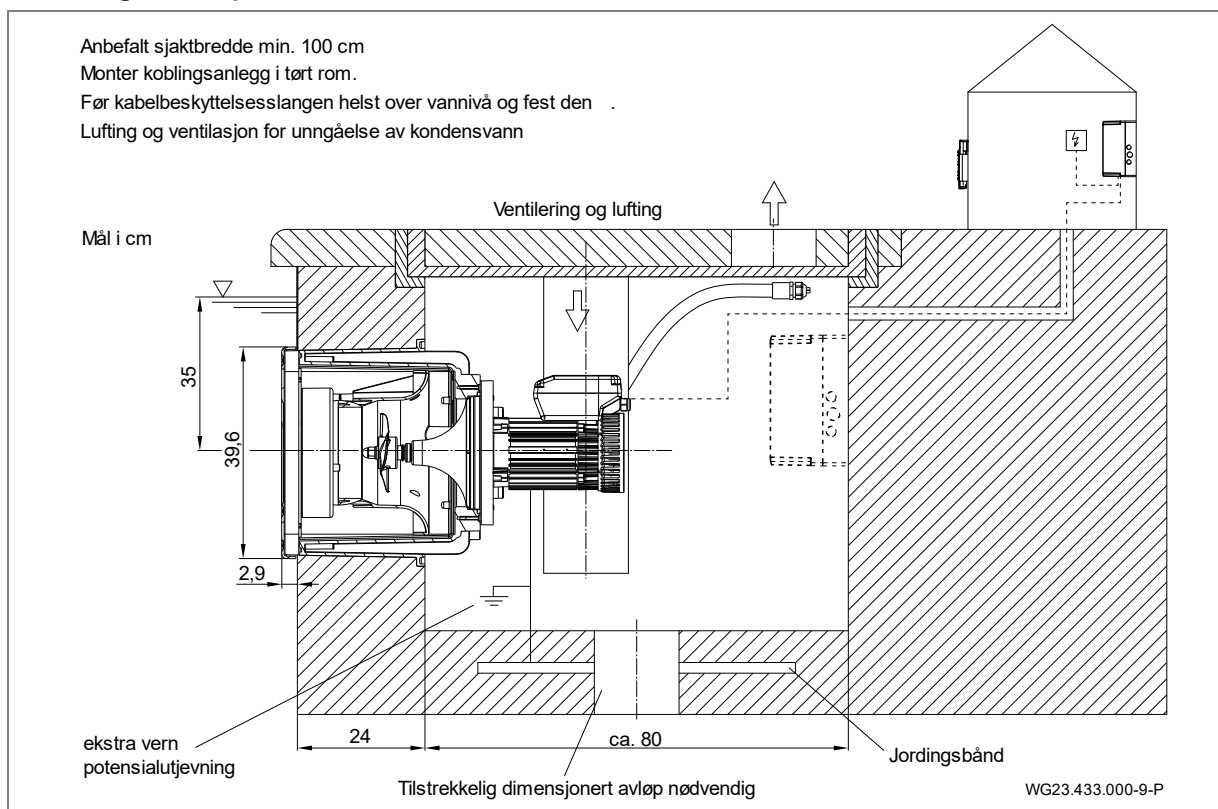

Fig. 17
1. Avfett tilkoblingsstussen (d, (Fig. 17)) på plashuset (1) og tilkoblingsbøssingen på kabelbeskyttelsesslangen (12) med PVC-U/ABS-rengjøringsmiddel.
Anlegget skal anbringes i en sjakt som grenser til bassengkanten. I oppstillingsrommet må det finnes en lytefri lufting og ventilasjon og et tilstrekkelig gulvavløp. En festemulighet for kabelbeskyttelsesslangen (helst over vannivå) må finnes. I sjakten må det finnes en tilkobling for en potensialutjevning. Se "Fig. 17" side 20.